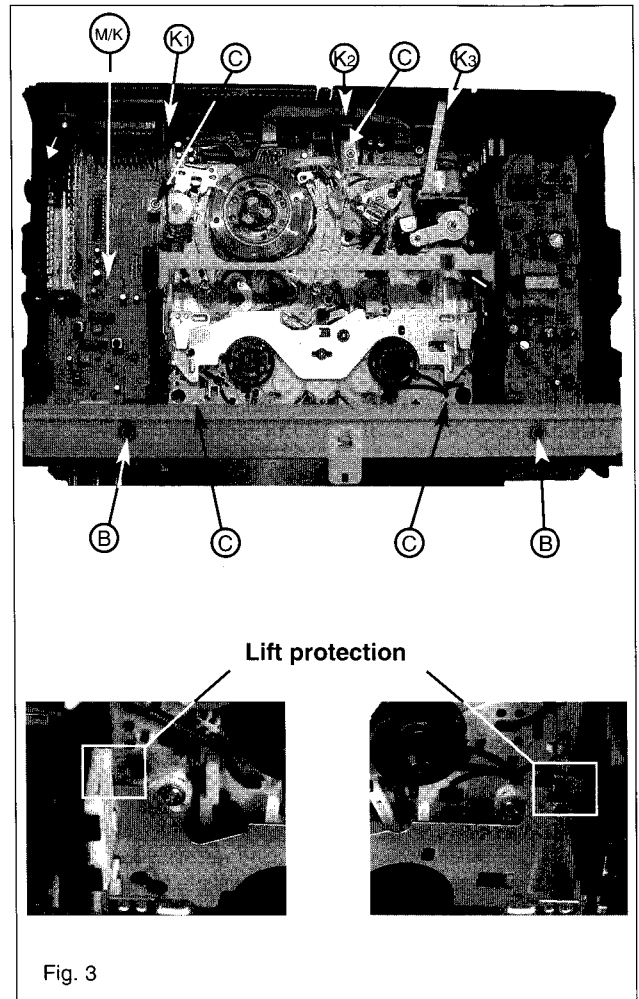
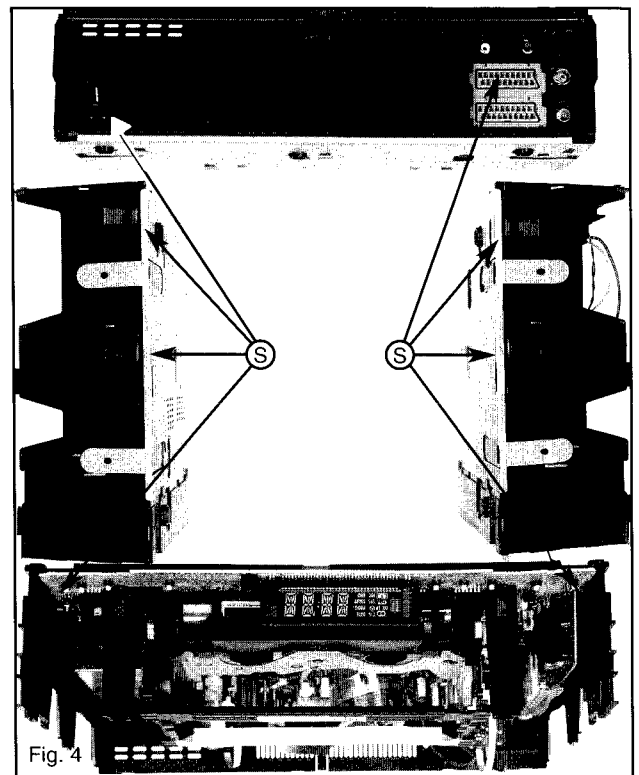

Fig. 3
Fig. 4
4. Ausbau der Kombination MOBO - Laufwerk (Fig. 3)(Fig. 4)
- Das Gerät in die Betriebslage bringen (Fig. 3).
- Die zwei Schrauben (B) des Bügels lösen und diesen nach oben abziehen.
- Die vier Befestigungsschrauben (C) des Laufwerks lösen und entfernen.
- Das Cinchbuchsenkabel (K) und das Massekabel (M) vom Buchsenprint lösen (wenn vorhanden).
- Die 8 Schnapphaken (S) von rechts hinten beginnend nach rechts vorne und anschließend von links hinten nach links vorne lösen.
- Nachdem sich die Einheit MOBO-Laufwerk durch das Eigengewicht vom Rahmen gelöst hat ist der Schnapphaken (S) bei der Netzbuchse ein zweitesmal zu entriegeln.
5. Laufwerksausbau (Fig. 3)(Fig. 5)(Fig. 6)